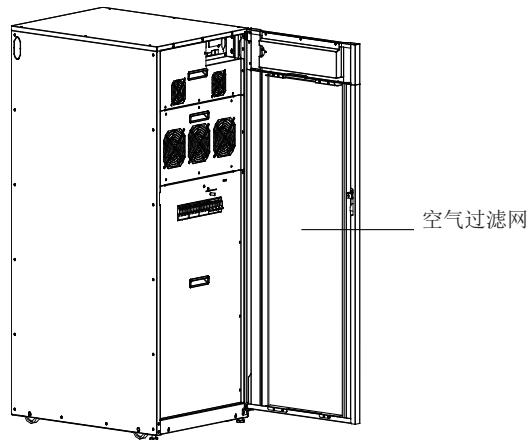

图 8-1：空气过滤网位置
2. 检查空气过滤网（位于前门后面），必要时清洗或更换。位置见图 8-1 所示。要更换过滤网，请联系您的客服代表。拆卸过滤网的步骤如下：